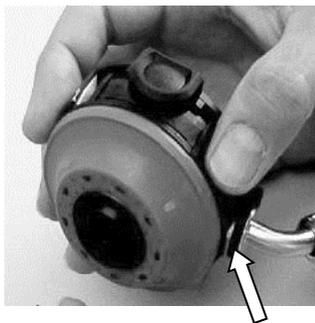

Рис. 31 Монтаж шланга среднего давления
- (3) Монтаж шланга среднего давления
- Вставьте U – образный фиксатор **со стороны мембраны** (→ стрелка на Рис. 31) в отверстие корпуса до упора и зафиксируйте шланг.